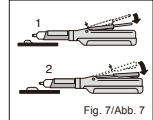

Fig. 7/Abb. 7
- The adjusting guide can be moved forwards or backwards to change the quantity of material to be dispensed. (Fig. 7)
- Der Einstellhebel kann vor oder zurück bewegt werden, um die auszubringende Materialmenge anzupassen. (Abb. 7)